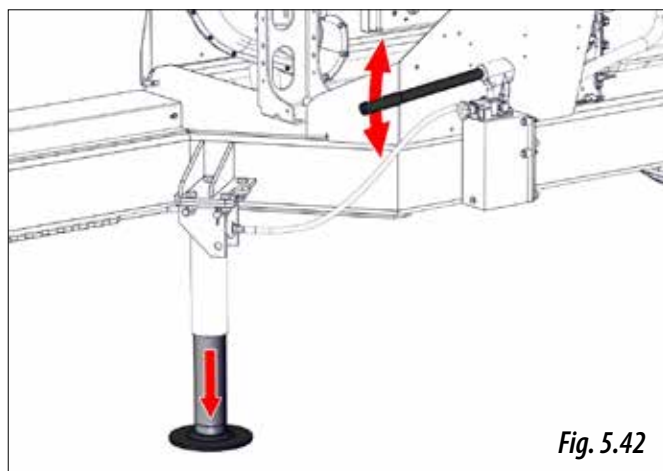

Fig. 5.42
- 3- Reglați înălțimea piciorului cu ajutorul manetei (Fig. 5.42).